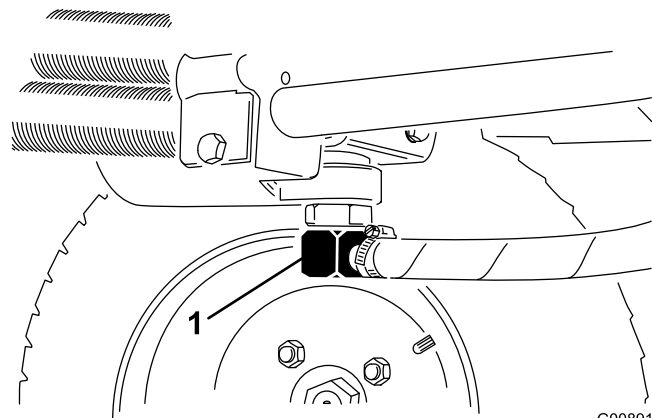
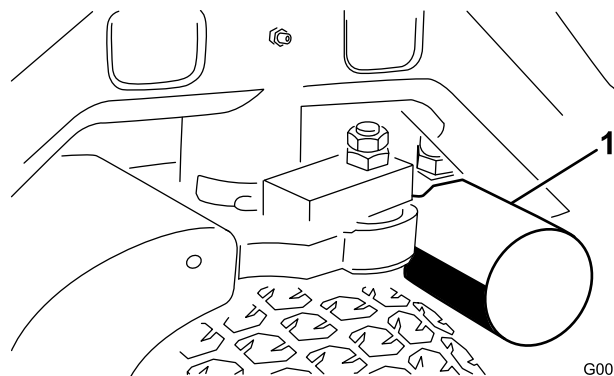

図 69
図 70
2. 油圧ラインの接続部（図 69）または油圧フィルタ（図 70）を外し、流れ出すオイルを容器に受ける。
4. フィルタ (図 70) の下に廃油受けを置いてフィルタを外す。